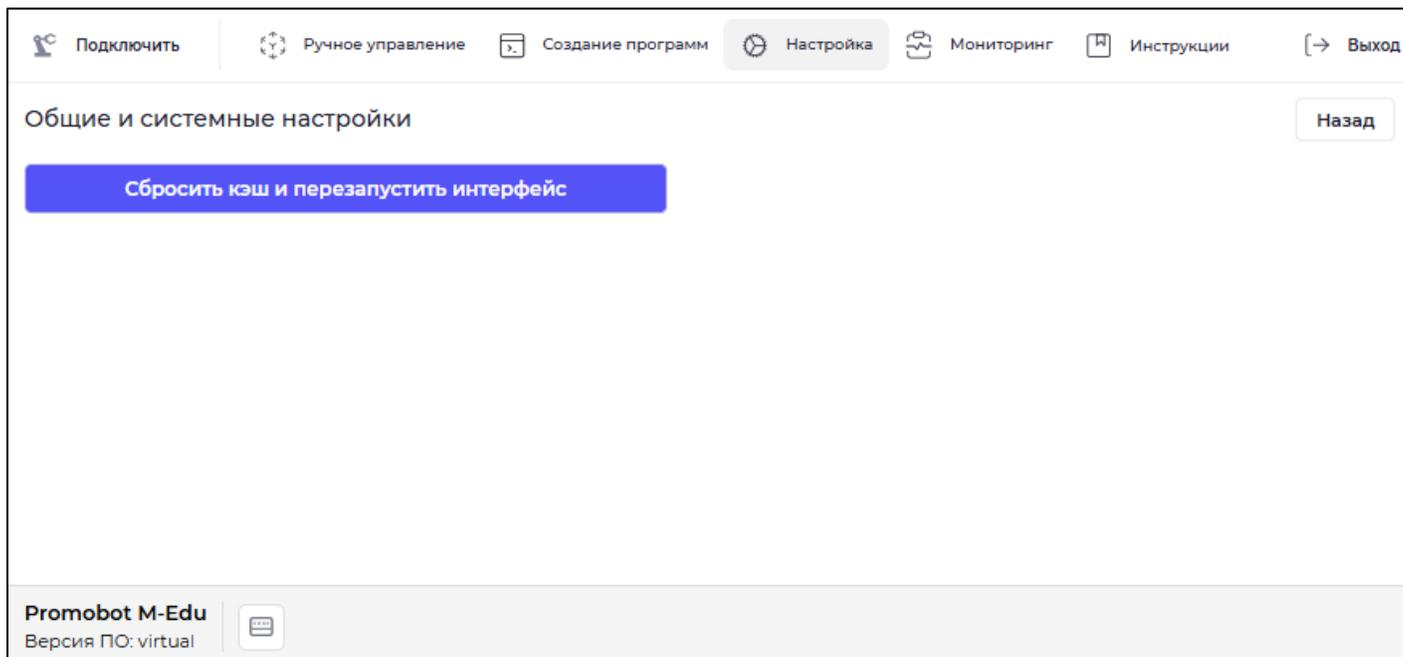

Рисунок 71 – Раздел «Общие и системные настройки»
1. Раздел «Общие и системные настройки» (см. Рисунок 71).